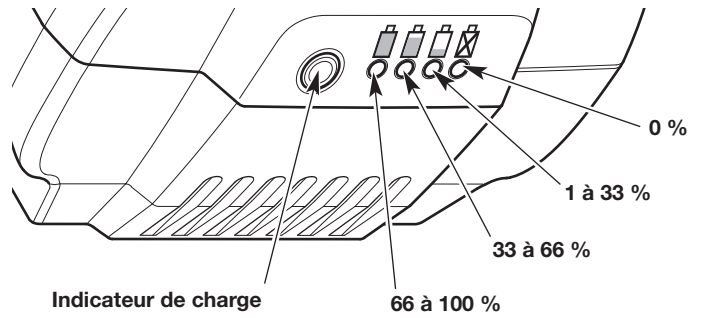

Fig. 13
1. Appuyez sur le bouton indicateur de charge de la batterie (Fig. 13).
2. Au moins un des témoins de l'indicateur d'intensité de chargement doit s'allumer (Fig. 13). Le nombre et la couleur des témoins indiquent le niveau actuel de charge de la batterie :